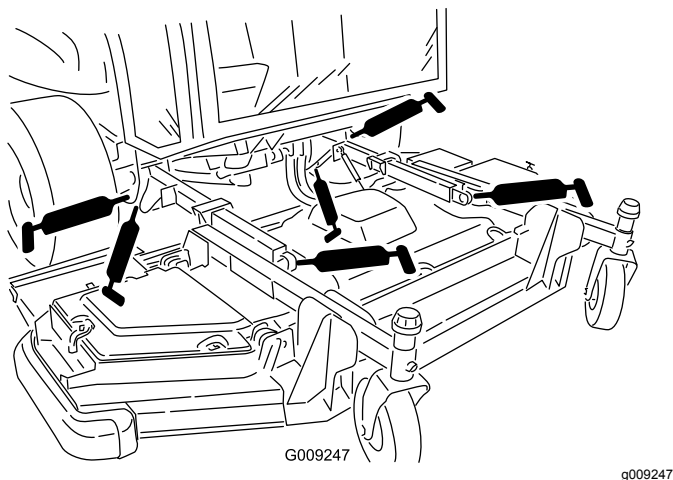

Рисунок 81
- Втулки подъемных рычагов (2 шт.) (Рисунок 81)
- Шаровые опоры подъемных рычагов (2 шт.) (Рисунок 81)
- Шарниры гидроцилиндров подъема передней деки (2 шт.) (Рисунок 81)